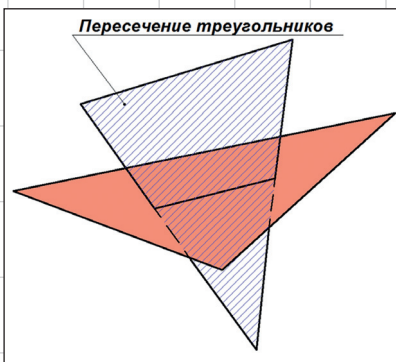

Рис. 4. Ошибка в геометрии сетки, вызванная пересечением треугольников
- **пересечение треугольников** возникает, когда две поверхности перекрываются или пересекаются между собой (рис. 4). Такую ошибку можно распознать по зигзагообразной форме на поверхности модели. Пересечение треугольников может привести к неконтролируемому нанесению материала в проблемной зоне, а также забивке сопла или другого наносящего ма-